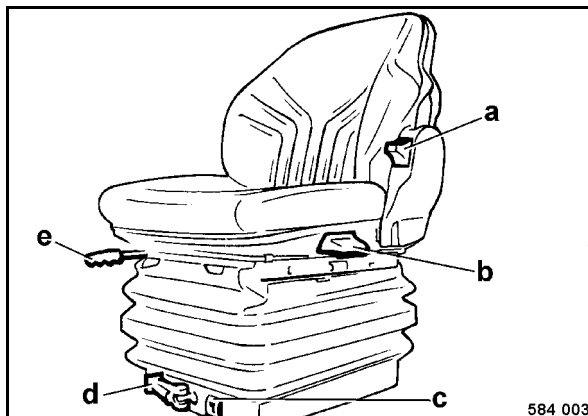

Fig. 54
- Ajustar el asiento en sentido longitudinal, a este efecto hay que sacar la palanca e (Fig. 54) y desplazar el asiento hacia delante o atrás.